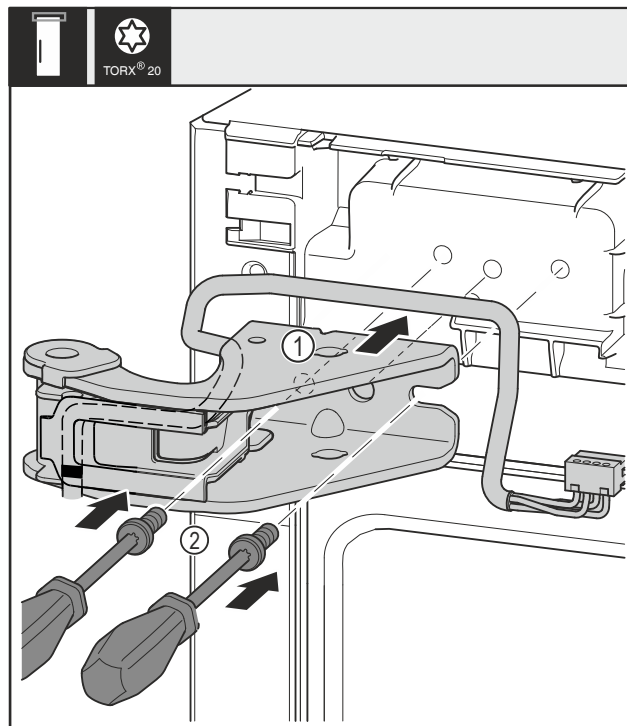

Fig. 32
- Oberen Lagerbock Fig. 32 (1) ansetzen.
- Schrauben Fig. 32 (2) mit Schraubendreher einsetzen und festdrehen.